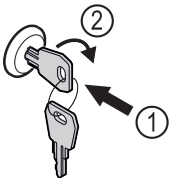

Fig. 157 Beispielhafte Darstellung
- Schlüssel hineindrücken *Fig. 157 (1)*.
- Schlüssel um 90° im Uhrzeigersinn drehen *Fig. 157 (2)*.